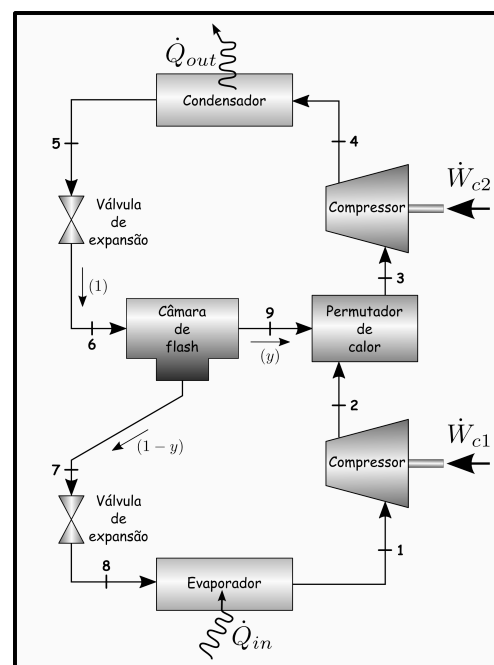

Figura 2
2. (8,0 v.) Considere o ciclo frigorífico de compressão de vapor apresentado na Figura 2 com uma câmara de flash e duas etapas de compressão de vapor com arrefecimento intermédio num permutador de calor de contacto directo. O ciclo utiliza o fluido frigorigénico R-134a. O condensador e a câmara de flash operam a  $1,0 \text{ MPa}$  e  $0,32 \text{ MPa}$ , respectivamente. A pressão de operação do evaporador é desconhecida. Ao compressor de baixa pressão é fornecido um trabalho específico ( $\dot{w}$ ) igual a  $20,214 \text{ kJ.kg}^{-1}$ . No total é fornecido aos dois compressores uma potência igual a  $9,094 \text{ kW}$ . Estados saturados são obtidos à saída do condensador e evaporador. O compressor de alta pressão opera com uma eficiência isentrópica igual a 80% enquanto que o compressor de baixa pressão opera com uma eficiência isentrópica desconhecida. Considere a entalpia específica do Estado 3 ( $h_3$ ) igual a  $255,65 \text{ kJ.kg}^{-1}$ .